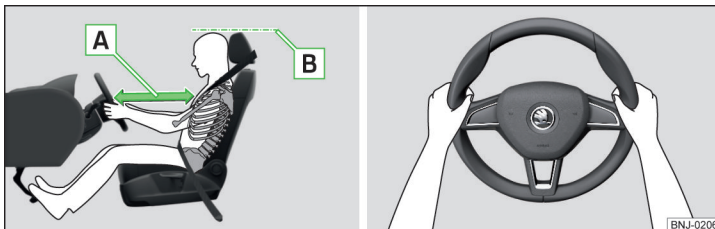

Fig. 14 Poziția corectă a șoferului/poziția corectă de ținere a volanului
- ✓ Reglați volanul în așa fel, încât distanța dintre volan și torace să fie de cel puțin 25 cm » [fig. 14 - \[A\]](#).
- ✓ Reglați tetiera, astfel încât marginea superioară a tetierei să se afle, pe cât posibil, la aceeași înălțime cu partea superioară a capului dumneavoastră (nu este valabil pentru scaunele cu tetieră integrată) » [fig. 14 - \[B\]](#).
- În timpul mersului volanul trebuie ținut cu ambele mâini, de partea exterioră laterală, în poziția „orei 9” și „orei 3” » fig. 14. Nu țineți niciodată volanul în poziția „orei 12” sau în altă poziție (de exemplu de centrul volanului, de marginea interioară etc.). În caz contrar, în cazul declanșării airbagurilor, se poate provoca accidentarea gravă a mâinilor, brațelor și a capului.
- ✓ Reglați tetiera, astfel încât marginea superioară a tetierei să se afle, pe cât posibil, la aceeași înălțime cu partea superioară a capului dumneavoastră » fig. 14 la pagina 19 - B (nu este valabil pentru scaunele cu tetieră integrată).
- ✓ Reglați tetierele, astfel încât marginea superioară a tetierelor să se afle, pe cât posibil, la aceeași înălțime cu partea superioară a capului dumneavoastră » fig. 14 la pagina 19 - B.